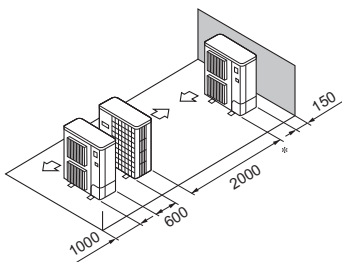

Fig. 3-15
- ⑤ Einzelanlagen in paralleler Anordnung (Fig. 3-15)